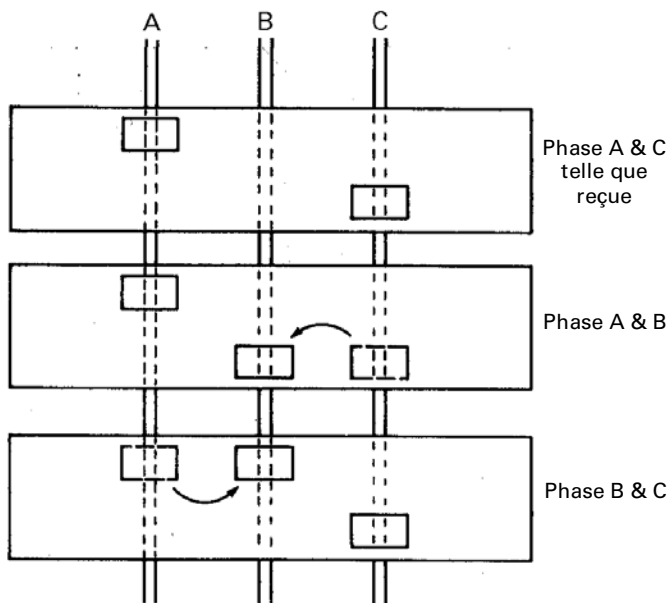

Figure 1. Pour repositionner la pince de barre omnibus pour équilibrer la charge.
1. **Équilibrer les phases pour dispositifs deux-pôles dans des systèmes trois-phases.** Pour équilibrer la charge du panneau de distribution, retirer les vis sur la pince appropriée de barre omnibus, repositionner la pince de barre omnibus, comme montré à la Figure 1, puis installer et serrer les vis à 27–32 lb.-po.